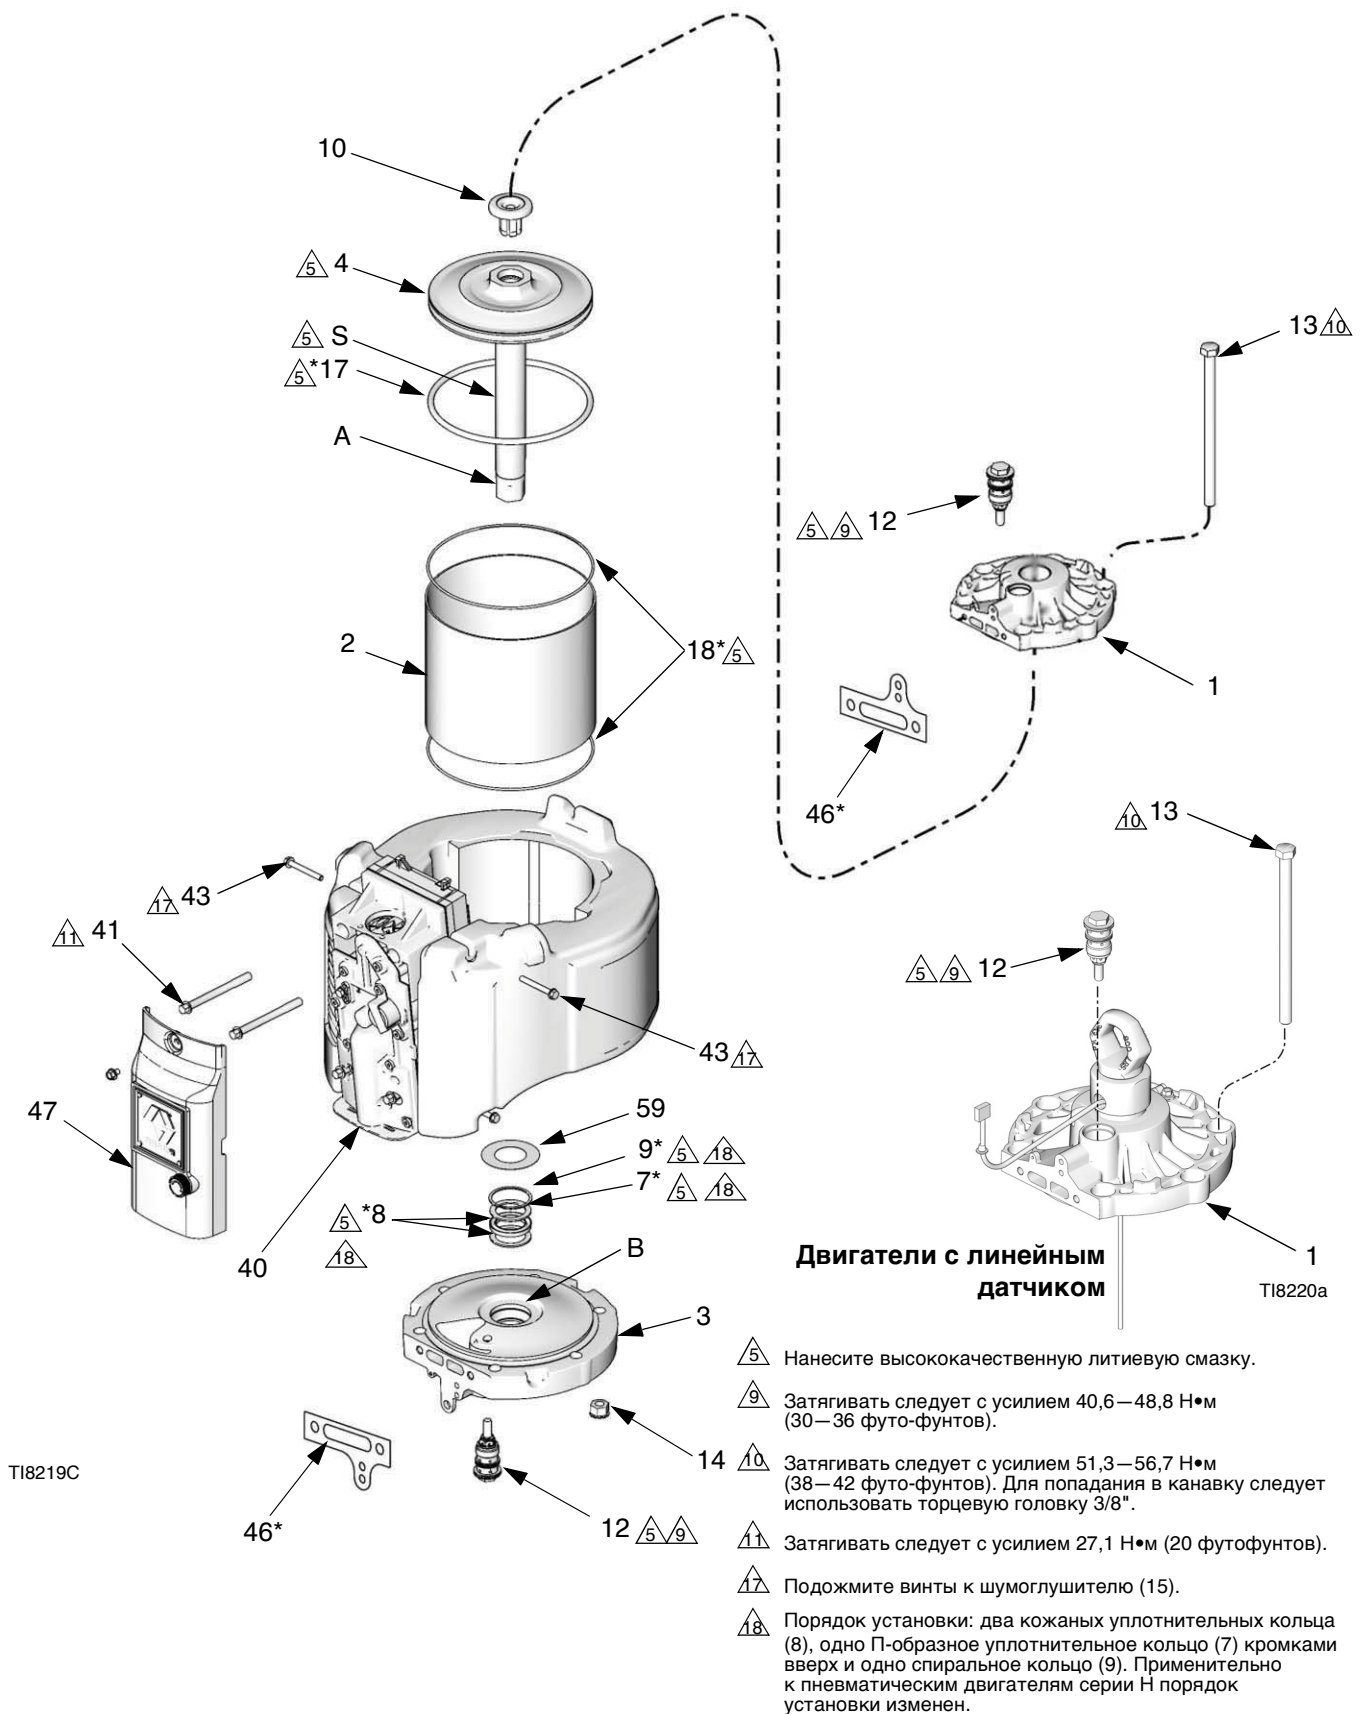

Рис. 12. Ремонт пневматического двигателя
5. Снимите наружную крышку (47) клапана. См. Рис. 12.
6. Раскрутите и извлеките четыре винта (43) и снимите шумоглушитель (15).
7. Раскрутите и извлеките два верхних винта (41) воздушного клапана. Ослабьте, но не извлекайте два нижних винта (41). Наклоните воздушный клапан (40) для облегчения разборки.
8. Извлеките стяжные болты (13). С помощью резинового молотка постучите по нижней стороне верхней заглушки (1) для отделения заглушки. Снимите верхнюю заглушку с двигателя.
9. Отсоедините пневматический двигатель от основания (см. отдельную инструкцию по эксплуатации используемого вами насоса). Не снимайте переходник (А) поршневого вала с этого вала (S).
10. Вытолкните узел поршня (4) из верхней части цилиндра (2).
11. Осмотрите уплотнительное кольцо поршня (17). Осмотрите поршень (4) и поршневой вал (S) на предмет зазубрин или повреждений. Узел сменного поршня (4) состоит из поршня, вала (S), переходника (А) и амортизатора (10).
12. Снимите цилиндр (2). Осмотрите внутреннюю поверхность цилиндра на предмет зазубрин или других повреждений. Замените цилиндр, если он поврежден.
13. Извлеките амортизатор (59), фиксирующее кольцо (9), вспомогательные прокладки (8) и V-образное уплотнение (7) из нижней крышки (3). Осмотрите эти детали на предмет износа или повреждений. Осмотрите подшипник (В), не снимая его. Небольшое количество зазубрин на поверхности подшипника является приемлемым. Если подшипник поврежден, замените нижнюю крышку (3).
- См. Рис. 12. Установите две вспомогательные прокладки (8*). Затем установите V-образное уплотнение (7*) кромками вверх. Затем установите фиксирующее кольцо (9*) в нижнюю крышку (3). Нанесите на уплотнения смазку. Установите на место амортизатор (59).